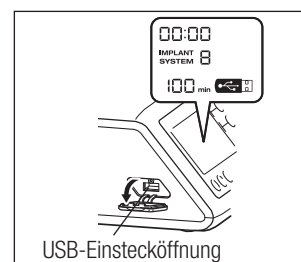

Abb.13
- 2) Stecken Sie den USB-Speicher (Nicht inbegriffen) vollständig in die Einstecköffnung. Das USB-Zeichen erscheint auf dem LCD-DISPLAY, wenn der USB-Speicher vom Gerät erkannt wird. (Abb.13)